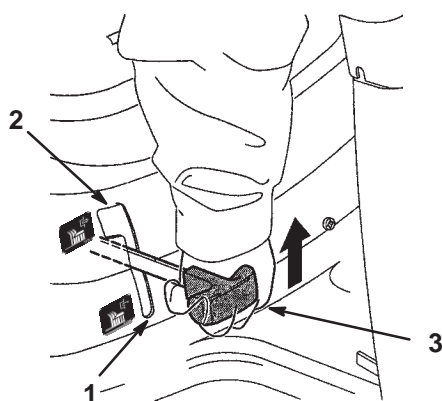

Figure 6
3. Mettez la commande de lame (PdF) en position débrayée (Fig. 6).